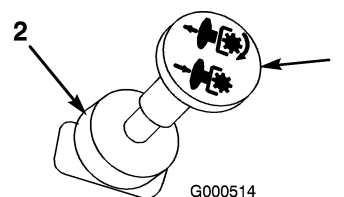

Bild 11
3. Ziehen Sie den ZWA-Schalter heraus, um ihn zu aktivieren (Bild 11).
Ziehen Sie den Zapfwellenantriebsschalter auf „Aus“ (Bild 11).